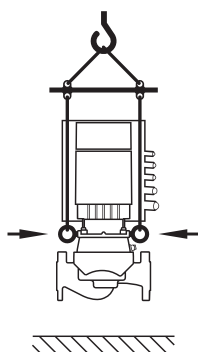

Fig. 8: Transportul pompei
- Transportul pompei trebuie efectuat cu ajutorul echipamentelor de ridicare admise (de exemplu, palan, macara etc.). Acestea se vor fixa pe ochetele de transport existente pe flanșa motorului (Fig. 8, aici: direcție de ridicare cu ax vertical al motorului).